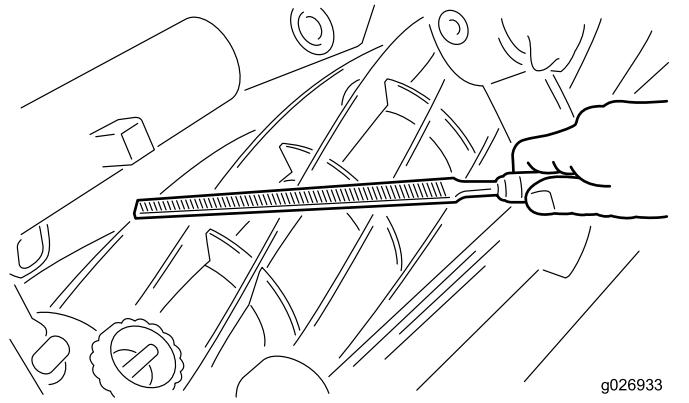

Figura 10
4. **Urto con un oggetto estraneo** - La controlama e i taglienti del cilindro possono subire danni se vengono colpiti da un oggetto estraneo. Il danno, se non è troppo grave, può essere riparato sul campo. Iniziate a limare le zone in rilievo della controlama e del cilindro (Figura 10). Utilizzate un martello a penna tonda per raddrizzare le lame che si sono curvate. Visto che la controlama in genere si stacca dal cilindro durante l'urto, la controlama deve essere regolata; fate riferimento a Regolazione della controlama in parallelo rispetto al cilindro.